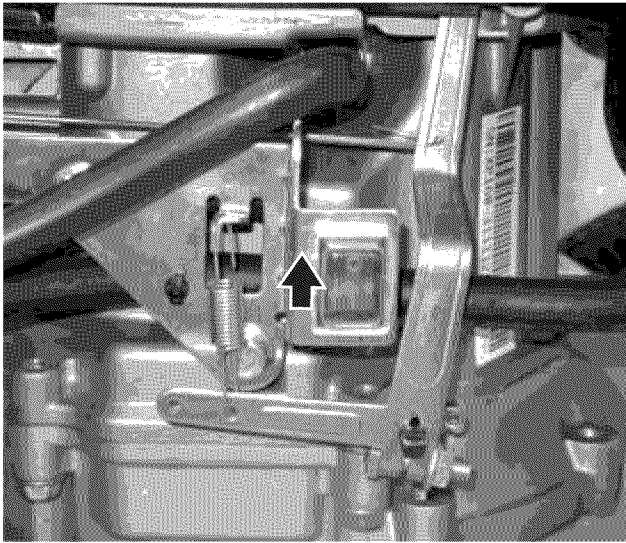

Figura 22 – Interruptor de parada del motor Posición OFF (APAGADO)
2. Mueva el interruptor de parada del motor hasta la posición **OFF** (APAGADO) (O) (ver Figura 22).